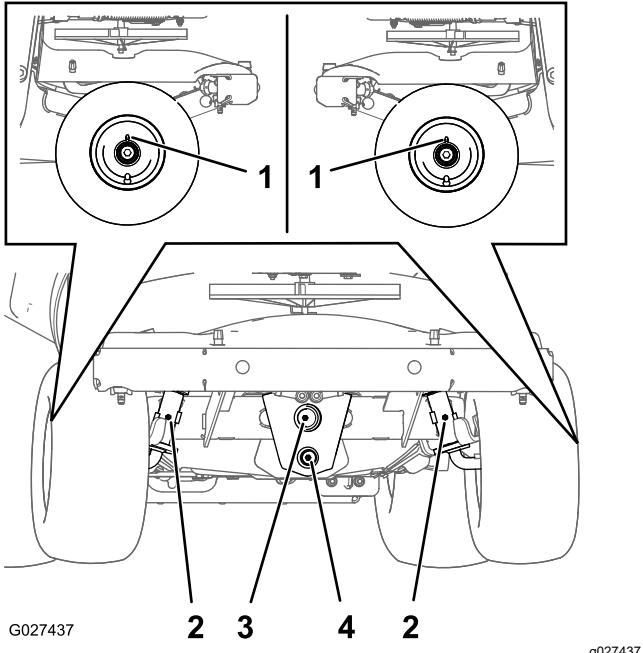

Figure 59
2. Essuyez les graisseurs avec un chiffon (Figure 59).
3. Raccordez une pompe à graisse aux graisseurs (Figure 59).